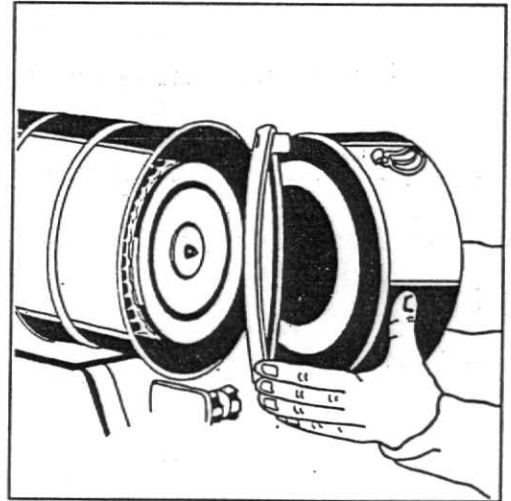

Fig. 2
1. Remova a tampa com o prato, fig. 2.